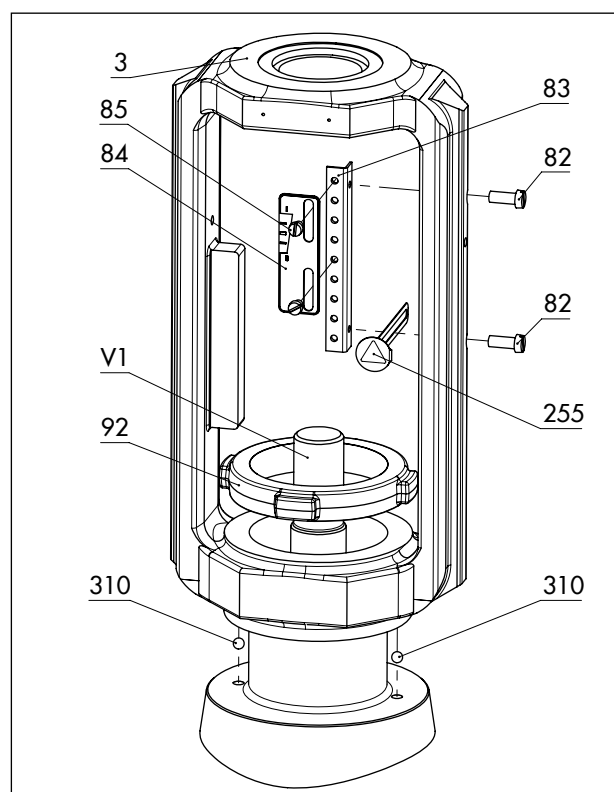
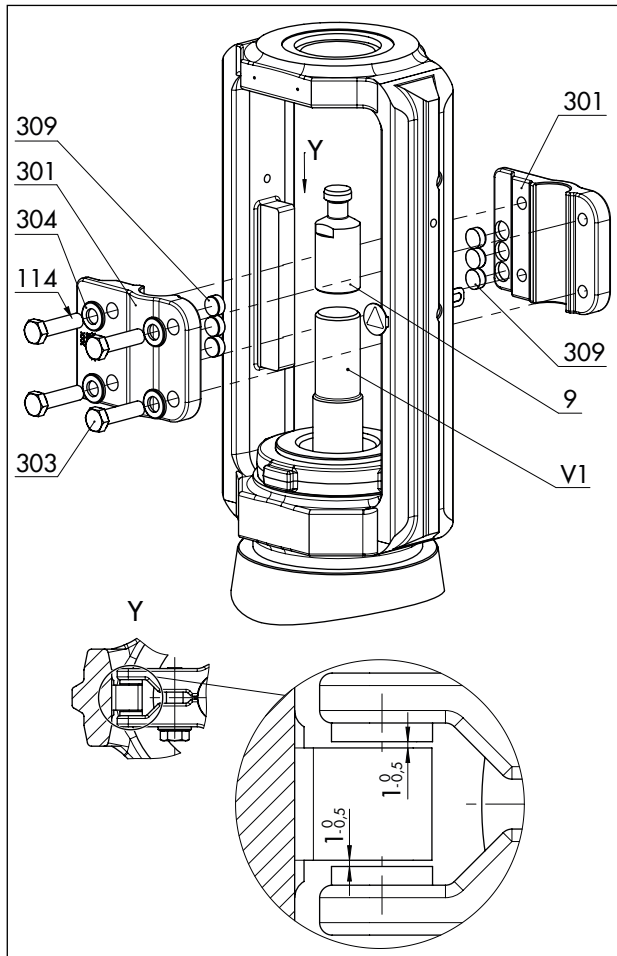

Bild 20: Montageübersicht der Baugruppe Joch mit Hubschild in der Standardausführung
Bild 21: Montageübersicht der Verdrehsicherung in der Standardausführung
Vgl. Bild 20 und Bild 21
- Zwischen den Gleitscheiben und ihrer Auflage am Joch ist ein nomineller Spalt zwischen 0,5 und 1 mm auf jeder Seite (vgl. Detail Y in Bild 21).